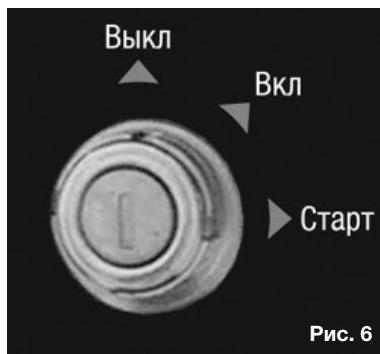

Рис. 6
3. Ключ зажигания переведите в положение «Вкл», рис. 6.
5. Переведите ключ зажигания в положение «Выкл», рис. 6.